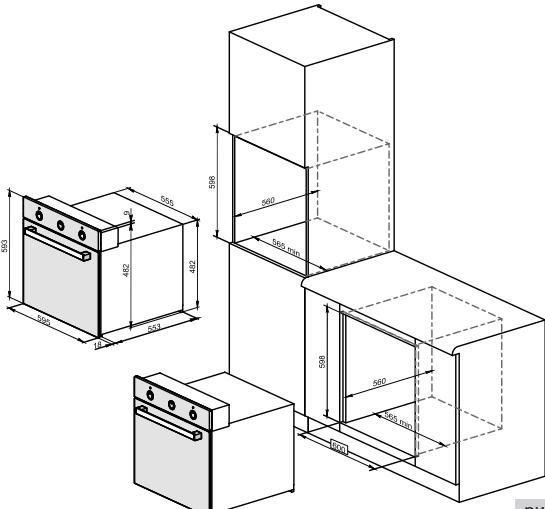

рис. 1
- Электрошкаф устанавливается в нишу в кухонной мебели (рис. 1).
- Размеры между различными частями электрошкафа и окружающими его частями предметов обстановки показаны на рис. 1.